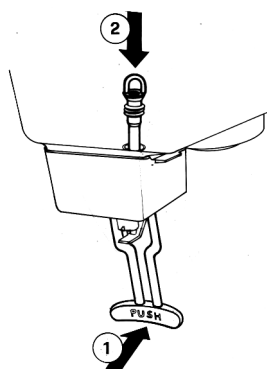

figura 10
- 2 - Empujar (1) la palanca mando grifo y insertar (2) el tubo goma de salida en su situación vertical en el fondo del contenedor (ver figura 10).